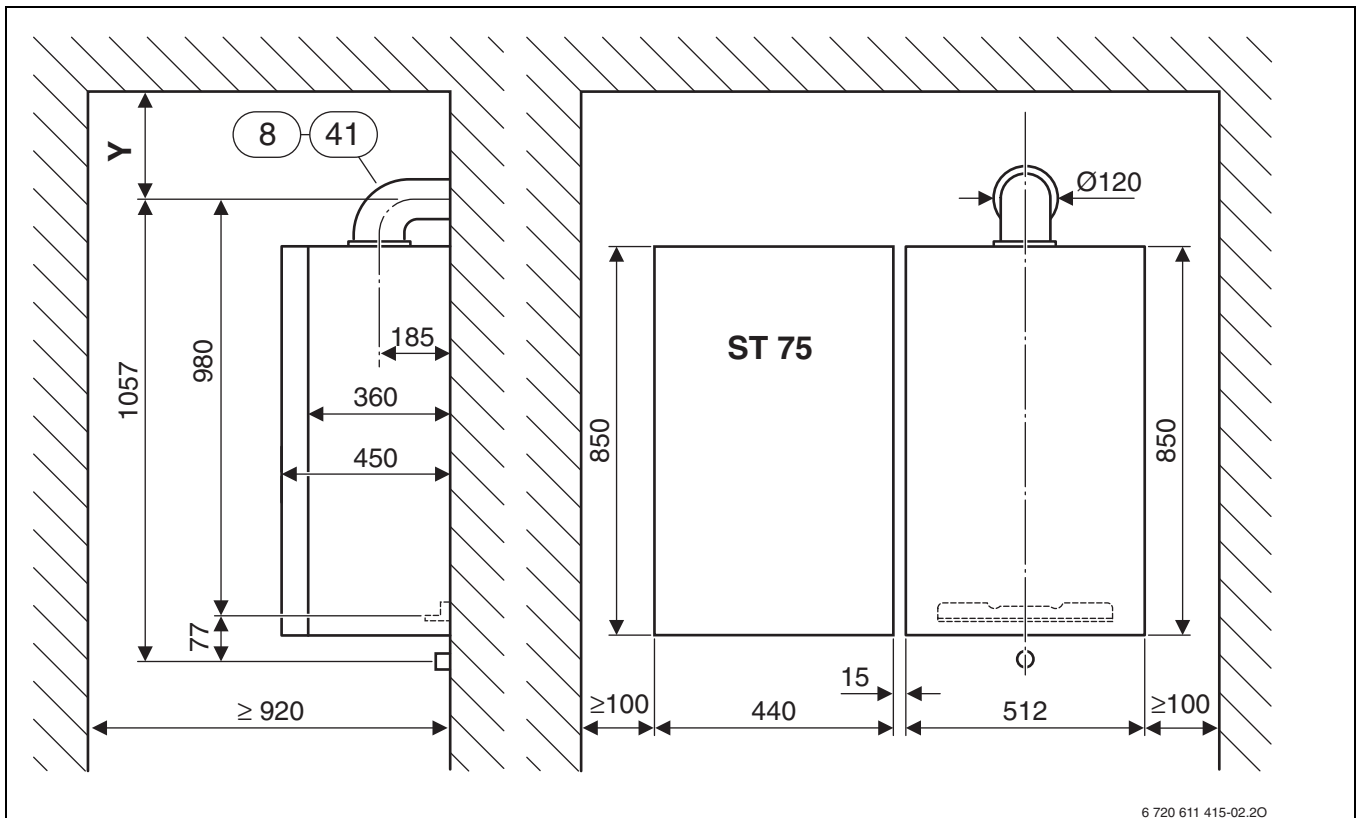

Bild 2
4.1.2 Gas-Heizgerät neben wandhängendem Speicher ST 75 (Bild 2)